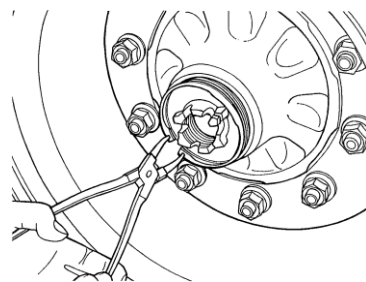

図1
① アウタ側の分解。
- ・アウタ側のロックリングを外しアクスルナット、ディスク、ローラベアリングを取外す。 図1